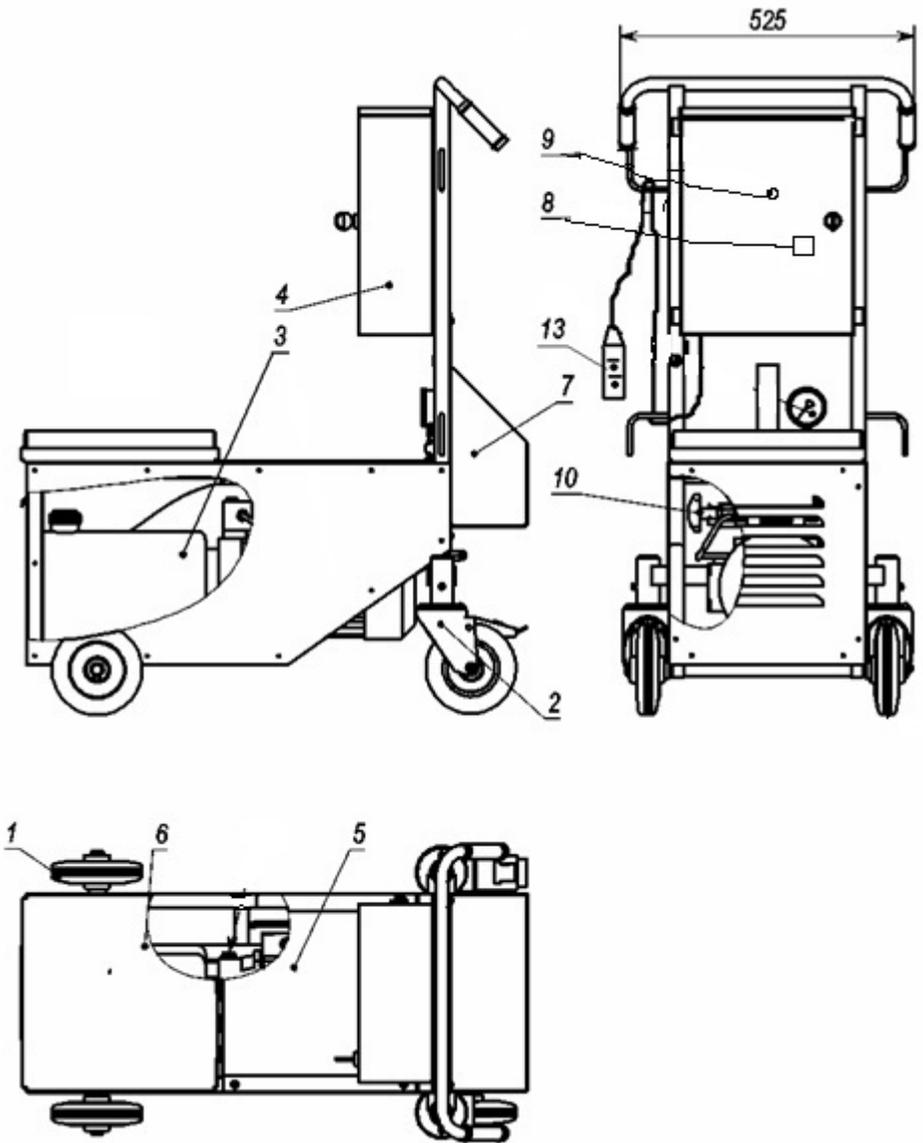

Рис. 1. Общий вид Гайковерта
4.1 Составные части гайковерта смонтированы на тележке 1 (см. Рис.1), имеющей четыре колеса, два из которых (поз.2) поворотные. Одно из поворотных колёс снабжено стояночным тормозом, исключающим возможность самопроизвольного перемещения. На тележке установлены: